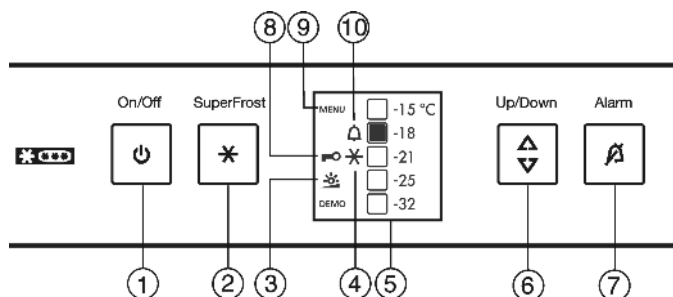

Fig. 3
- Symbol SuperFrost Fig. 3 (4) bliká spolu s indikátorom teploty.